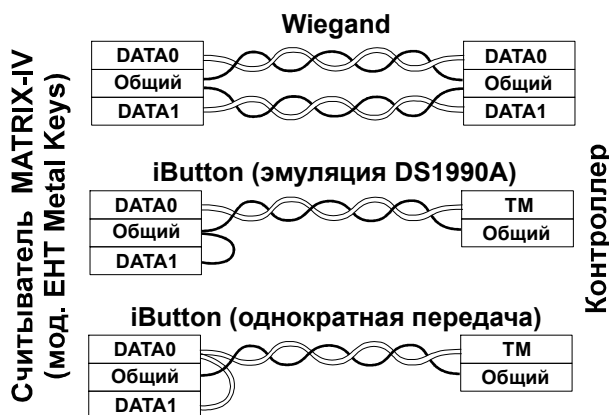

Рис.2 Выбор протокола передачи
- для выбора протокола передачи данных в контроллер соедините провода DATA0 и DATA1 в соответствии с рис.2;
- при подключении по Weigand первая витая пара подключается между GND и DATA0, а вторая витая пара подключается между GND и DATA1 (рис.2).